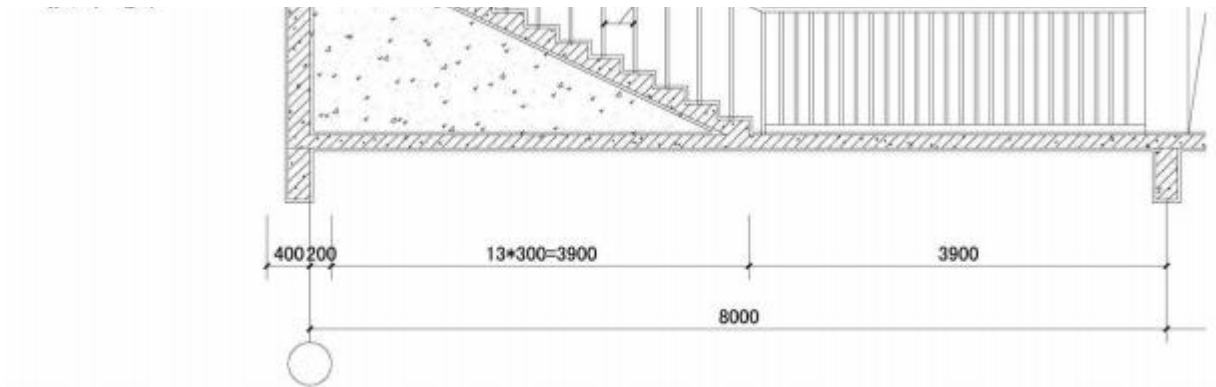

图 2
1.2 楼梯扶手（见图 2）：平直段离地净高 1200mm, 不锈钢 304 材质（本色抛光），面管 $\Phi 50\times 1.2\text{mm}$ 、立杆 $\Phi 20\times 1.0\text{mm}$